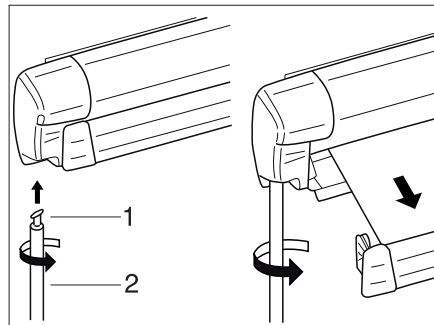

Bild 20 Markise
- Haken (Bild 20,1) der Kurbelstange (Bild 20,2) in die Getriebeöse einhängen und um 90° drehen.